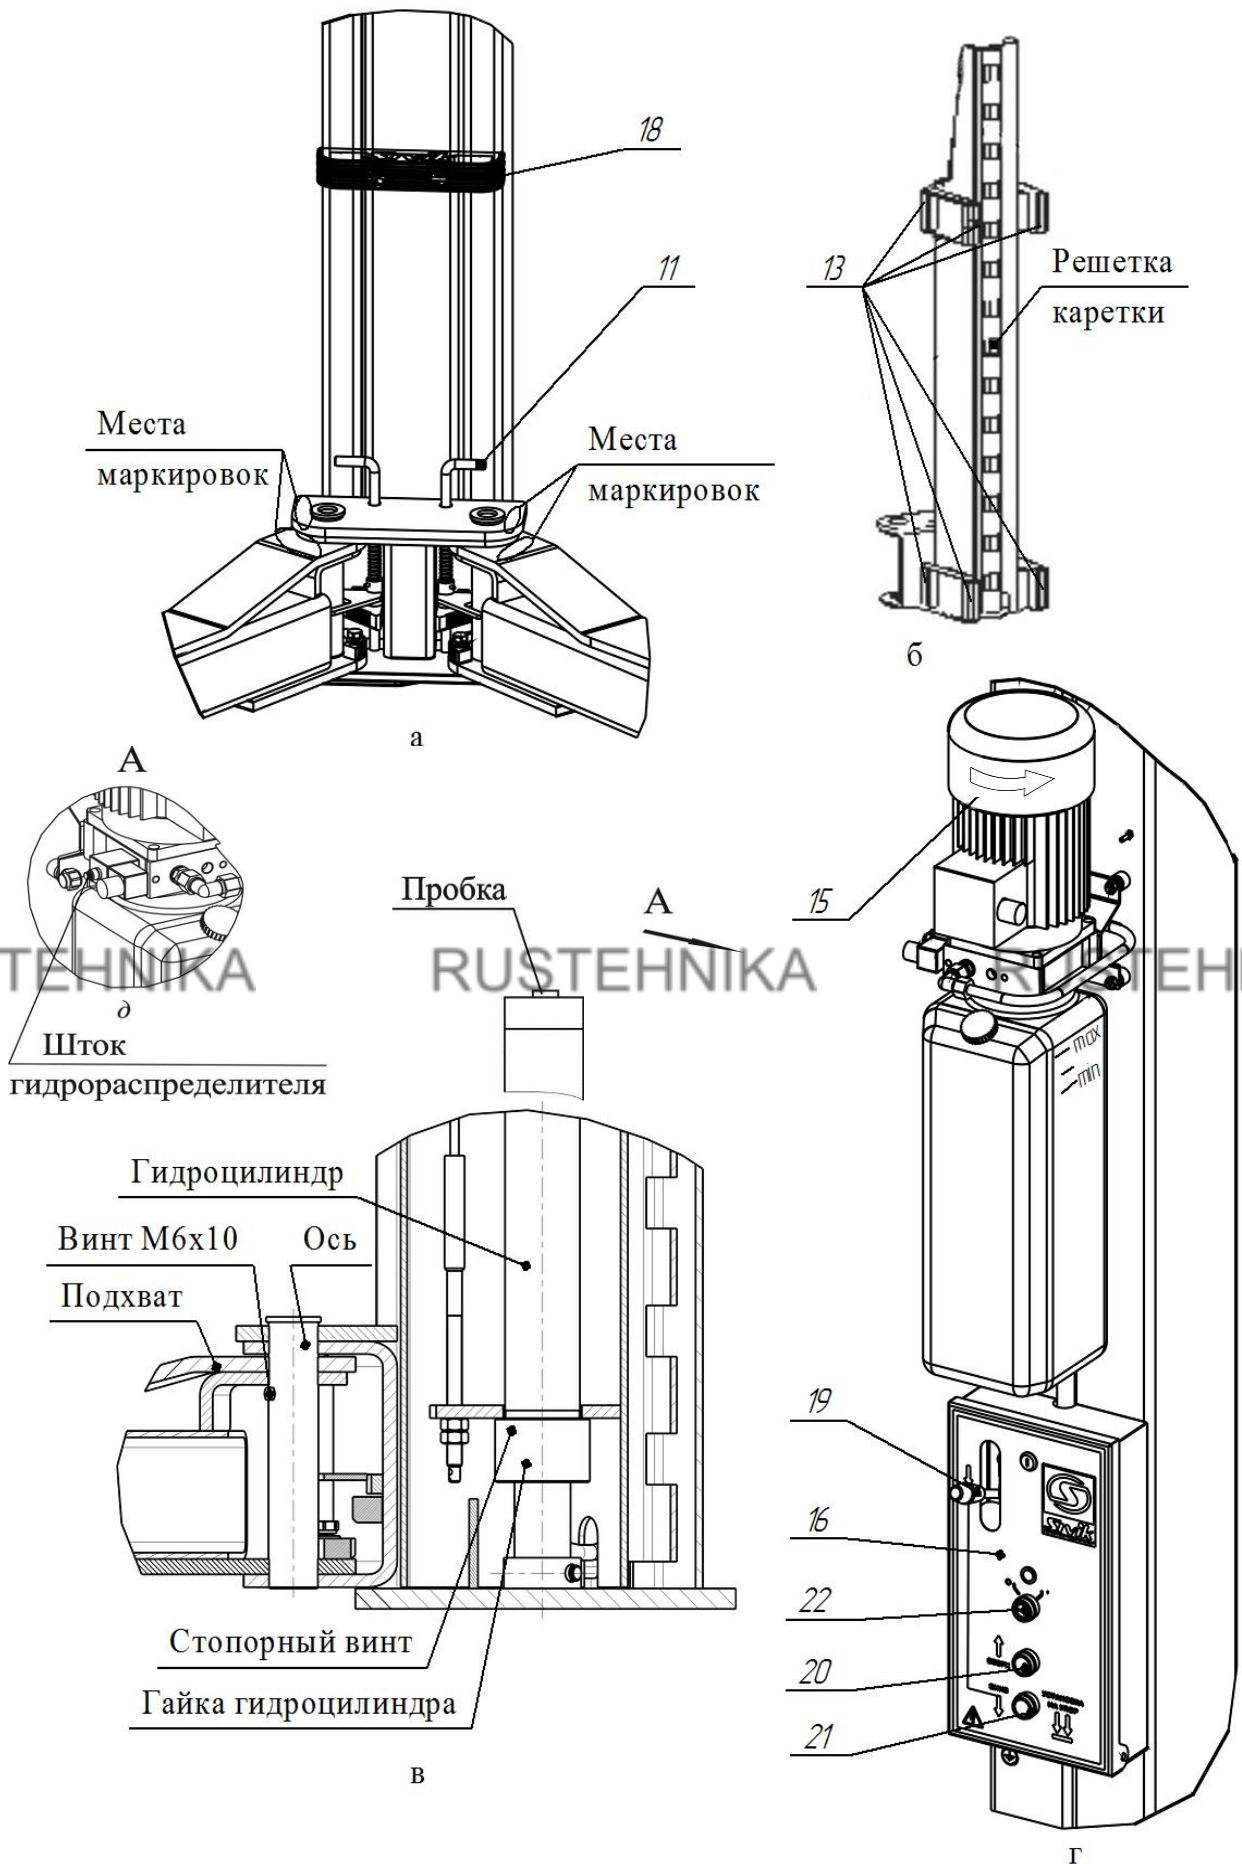

Рисунок 4.1 – Виды подъемника
Подъемник (рисунок 3.1) состоит из двух стоек коробчатого сечения - правой 1 и левой 2, соединенных между собой перекладиной 3. В стойках размещены каретки 4 с закрепленными на них поворотными телескопическими подхватами 5 и 6 разной длины. На концах подхватов 5, 6 установлены опоры 7, втулки резьбовые 8, втулки 9, 10. Подхваты фиксируются стопорными устройствами 11 (рисунок 4.1 а), автоматически срабатывающими при подъеме автомобиля. При опускании кареток 4 в крайнее нижнее положение происходит автоматическое расстопорение подхватов 5 и 6. Каретки 4 приводятся в движение гидравлическими цилиндрами, установленными внутри стоек. Подъемник снабжен системой 12 тросовой синхронизации движения кареток 4.
Каждая каретка 4 (рисунок 4.1 б) снабжена полиамидными ползунами 13, скользящими по беговым дорожкам стоек 1 и 2. Каретки фиксируются на требуемой высоте стопорами-защелками 14 (рисунок 3.1), закрепленными на стойках 1,2 и входящими в зацепление с решетками на каретках 4.
На правой стойке (рисунок 4.1 г) размещена насосная станция 15 с пультом управления 16. Внутри насосной станции 15 находится клапан предохранительный, предотвращающий перегрузку в гидросистеме. Клапан предохранительный настроен на заданное давление и опломбирован.
Для предотвращения повреждения дверей автомобиля (при открывании) на каретки 4 установлены накладки 18, фиксируемые винтами М8х30, шайбами 8Г и шайбами 8 (рисунок 3.1 и рисунок 4.1 а).
Управление подъемником осуществляется рычагом 19 (рисунок 4.1 г) и двумя кнопками 20 и 21, установленными в пульте управления 16. Рычагом 19 осуществляется расстопорения кареток 4, а кнопками 20 и 21, подъем (кнопка 20) и опускание (кнопка 21) кареток 4.
**ВНИМАНИЕ!** Перед сборкой проверить затяжку гаек гидроцилиндров и стопорных винтов (рисунок 4.1 в).
Для того чтобы проверить срабатывание упругой тяги 31, необходимо одному человеку прижать рукой защелку 14 к стойке 2, а другому повернуть рычаг 19 (рисунок 4.1 г) на себя. Упругая тяга 31 должна вытянуться на полный ход штока 30.
При повороте рычага 19 (рисунок 4.1 г) защелки на левой и правой стойки должны срабатывать одновременно. При отпуске рычага 19, защелки на левой и правой стойке должны вернуться в исходное положение. Регулировка проводится выборкой слабины тросика 23 и обжатием петли от вытягивания зажимом 29.
6.9 Открутить пробку бака насосной станции 15 и залить масло (около 12 л) до верхней метки «МАХ» (рисунок 4.1 г). Уровень масла контролировать визуально. Установить пробку бака на место.
- кратковременным нажатием на кнопку 20 (двигатель должен работать, вращение крыльчатки по стрелке на кожухе эл. двигателя, а из бака должно убывать масло, рисунок 4.1 г).
- отвернуть пробки у каждого гидроцилиндра на один оборот (рисунок 4.1 в)
6.13 Подхваты 5, 6 установить согласно маркировки как представлена на рисунке 4.1а и зафиксировать осями к кареткам 4 стоек (рисунок 4.1в). Оси фиксировать винтами М6х10. Допускается разновысотность подхватов до 10 мм. Убедитесь, что подхваты фиксируются стопорными устройствами 11.